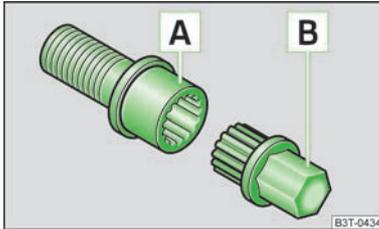

Abb. 161
- › Den Adapter **B** mit seiner verzahnten Seite bis zum Anschlag so in die innere Verzahnung der Sicherheitsradschraube **A** stecken, dass nur noch der äußere Sechskant herausragt » **Abb. 161**.